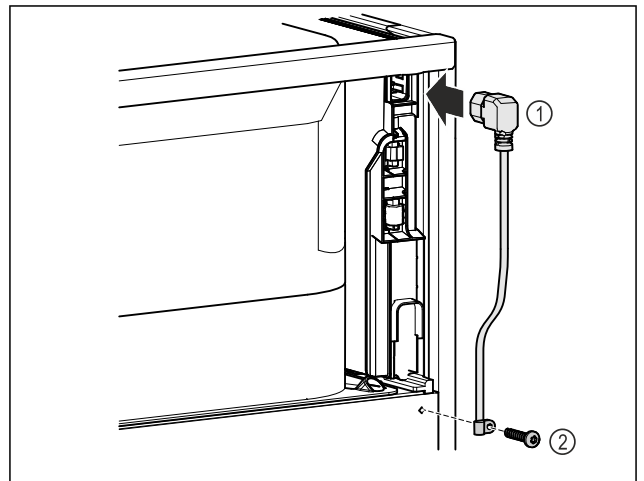

Fig. 11
► Netsnoer Fig. 11 (1) in de koudapparaatbus aan de achterkant van het apparaat steken.
► Trekontlasting monteren. Fig. 11 (2)